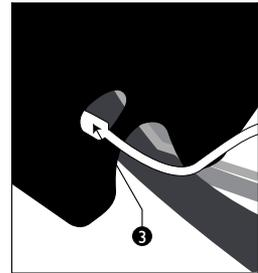

Figura 21
- Desconectar el sistema eléctrico del Kit quemador (ver figura 21).